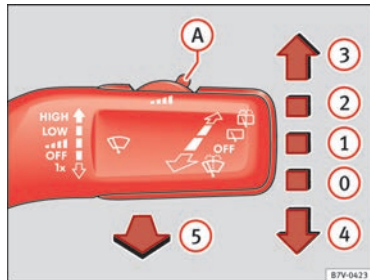

Abb. 65 Frontscheibenwischer bedienen.
- ① **OFF** Scheibenwischer ausgeschaltet.
- ① Intervallwischen für die Frontscheibe. Mit Schalter → Abb. 65 (A) Intervallstufen (Fahrzeuge ohne Regensensor) oder Empfindlichkeit des Regensensors einstellen.
- ② **LOW** Langsames Wischen.
- ③ **HIGH** Schnelles Wischen.
- ④ **1x** Tippwischen – kurzes Wischen. Hebel länger nach unten gedrückt halten, um schneller zu wischen.
- ⑤ Wisch-Wasch-Automatik zum Reinigen der Frontscheibe bei gezogenem Hebel.
- ⑥ Intervallwischen für die Heckscheibe. Der Wischer wischt etwa alle sechs Sekunden.
- ⑦ Wisch-Wasch-Automatik zum Reinigen der Heckscheibe bei gedrücktem Hebel.
- Scheibenwischerhebel kurz nach unten drücken ⇒ Abb. 65 ④.